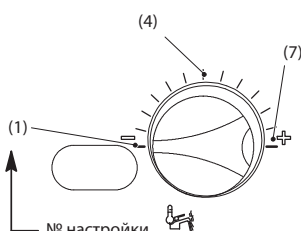

Рис. 25
- 6 Чтобы изменить настройку, поверните регулятор температуры горячего водоснабжения и установите его в **выбранное положение** (Рис. 25 - Рис. 16).